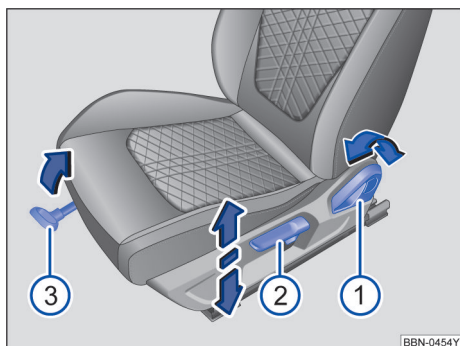

图 69 手动调整式座椅上的操作元件
功能操作→图 69:
- ① 调整座椅靠背倾斜角度:
略微离开靠背, 拉动操纵杆可调整靠背倾斜角度→图 69①。
- ② 调整座椅高度: